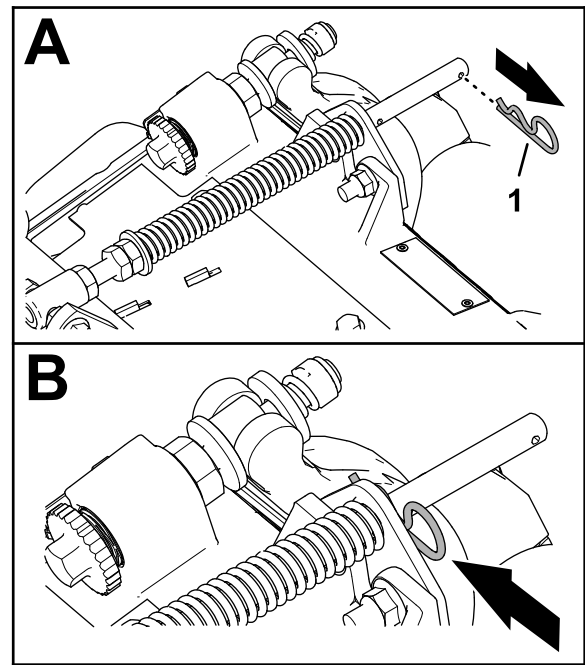

図 16
1. 補正スプリングのロッドの後穴にヘアピンが取り付けられている場合は、ヘアピンを外してブラケットの隣にある穴に移す 図 16。